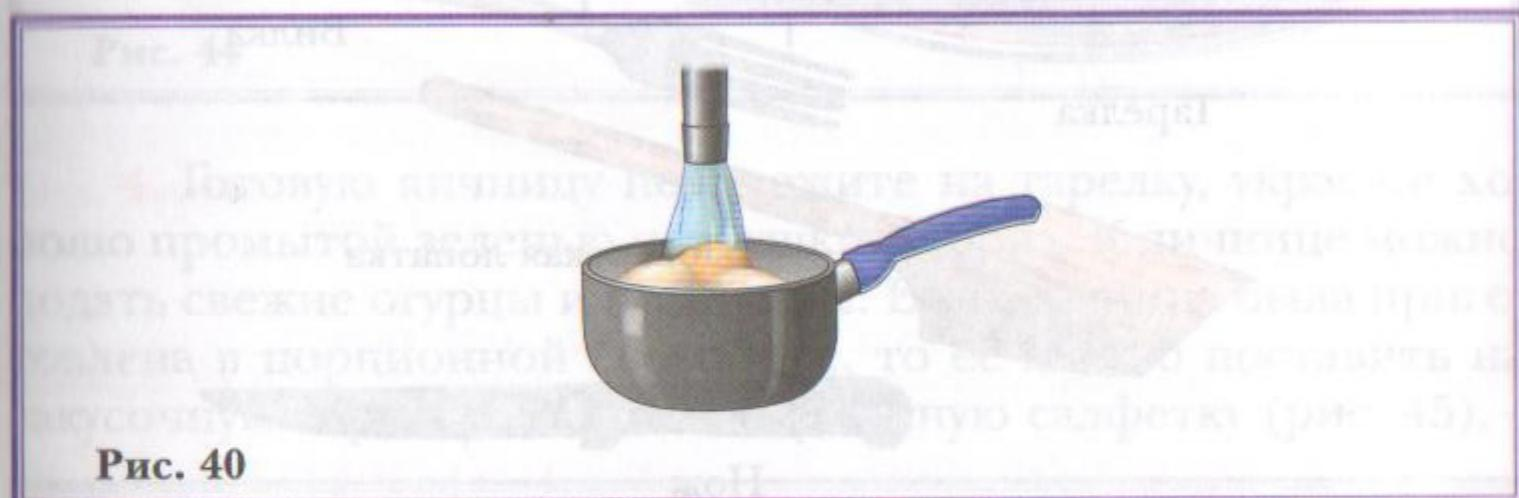

Рис. 40
3. Чтобы яйца легче очищались, подержите их несколько минут в холодной воде (рис. 40).